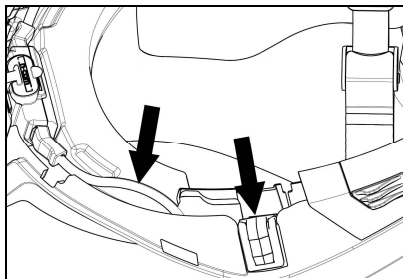

Abb. 12
- Bringen Sie das Kabel im Helminnen an und positionieren Sie den rechten Befestigungsclip in dem dafür vorgesehenen Bereich (Abb. 12)